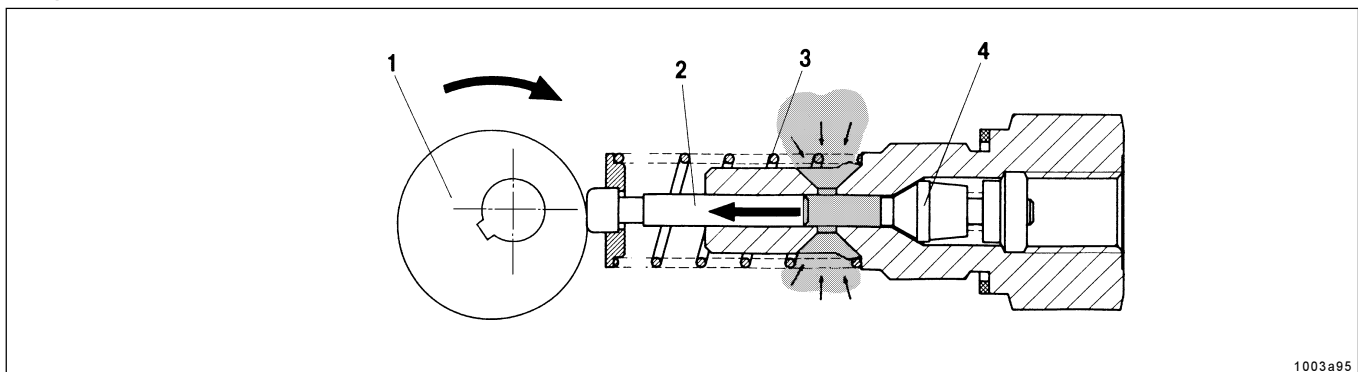
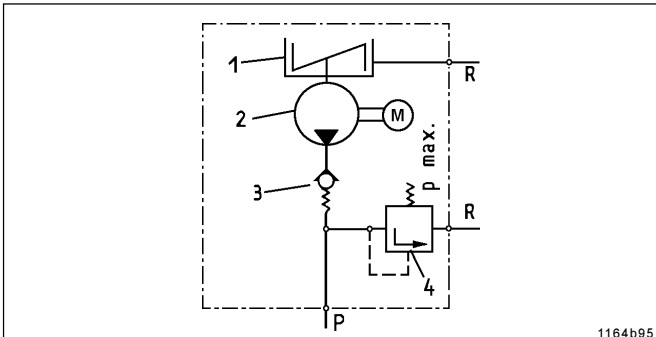

Abb. 5: - Pumpenelement saugt an
Abb. 7: - Hydraulisches Schaltbild der Pumpe
- Der Elektromotor treibt den Exzenter 1 (Abb. 5, 6) an.
- saugt der Kolben 2 Schmierstoff aus dem Behälter an, siehe Bild 5.
- Das Rückschlagventil 3, Abb. 7 bzw. 4 Abb. 5, 6: